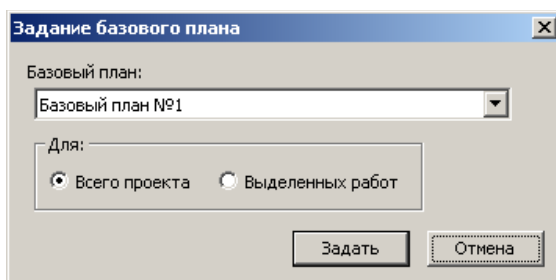

Рис. 4.1 Диалоговое окно «Задание базового плана».
- ☐ В открывшемся окне «*Задание базового плана*» (Рис. 4.1) установите переключатель в положение «Для выделенных работ» и нажмите кнопку «Задать».